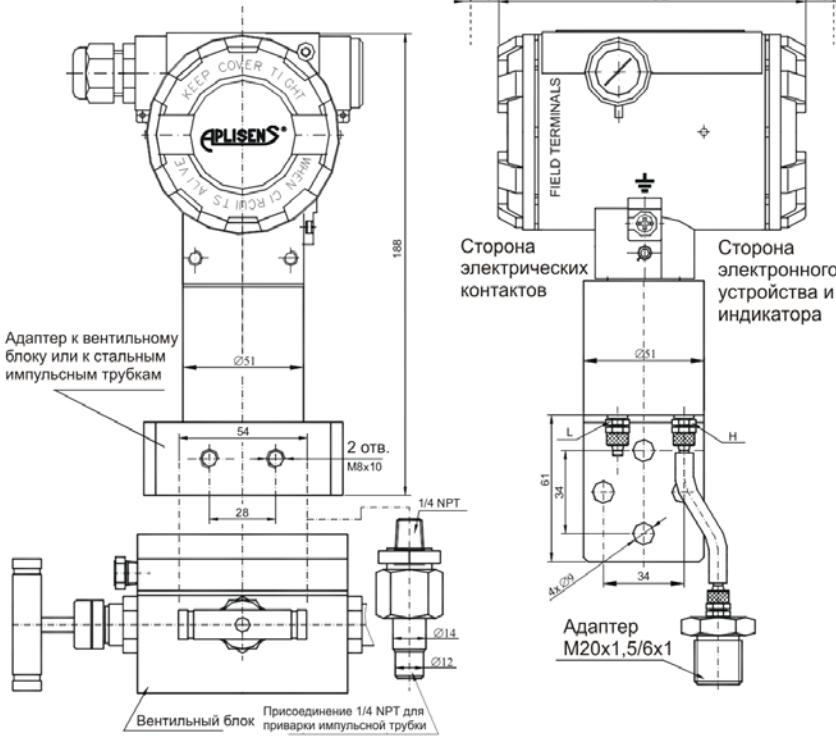

Рисунок 18 - Преобразователь APR-2000G/ALE с различными элементами присоединения
8.13.1 Преобразователь APR-2000G/ALE в «экономичном» исполнении можно монтировать на стене, щите или на другой жесткой конструкции, используя монтажный кронштейн с отверстием Ø9 (рисунок 18).
8.13.2 Преобразователь может быть изготовлен с адаптером (рисунок 18) под присоединение типа С, предназначенным для монтажа с трёх- или пятиходовым вентильным блоком. Производитель обеспечивает заводской монтаж преобразователя с вентильным блоком. Работа преобразователей с вентильными блоками VM-3 или VM-5 согласно 8.12.4.